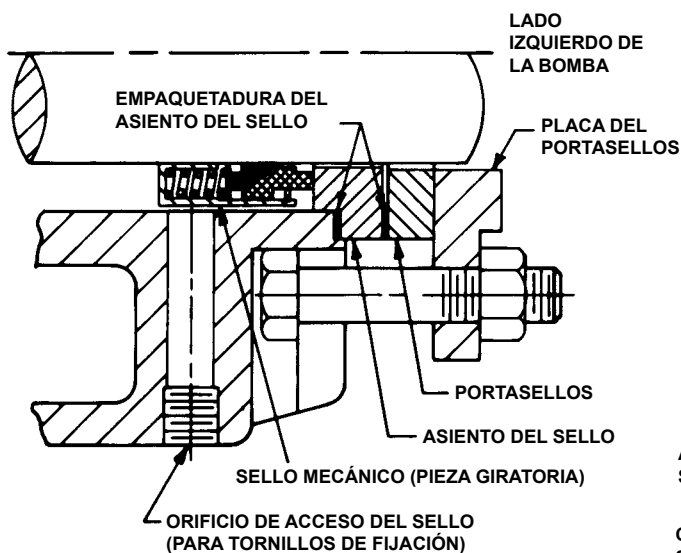

FIGURA 8 - SELLO MECÁNICO ESTÁNDAR
4. **SELLO MECÁNICO ESTÁNDAR** (Tipo 9, PTFE es estándar). Si el sello mecánico falla, puede reemplazarse por uno nuevo. Hay dos piezas básicas para el sello mecánico, la pieza giratoria y el asiento fijo. **Consulte la Figura 8.** Para retirar el sello mecánico, suelte los tornillos de fijación alrededor del sello mecánico que lo bloquea al eje. El acceso a los tornillos de fijación de sello se realiza a través del orificio de acceso de sello ubicado en el lado izquierdo del soporte de montaje de la bomba (visto desde el extremo del eje). **Consulte la Figura 8.** Gire el eje del rotor de modo que puedan verse todos los tornillos de fijación (tres en Q, QS & M, cuatro en LS). Retire las tuercas que sostienen la placa del portasellos. Retire el portasellos y la placa.
5. **SELLO MECÁNICO ESTÁNDAR** (PTFE - **consulte la Figura 8**.) La instalación del sello es sencilla y proporcionará un buen rendimiento si se tiene cuidado durante la instalación.
Mueva la pieza giratoria de modo que los tornillos de sujeción estén directamente abajo de los orificios de acceso del sello en el lado izquierdo del soporte (visto desde el extremo del eje) - **consulte la Figura 8**. Apriete firmemente todos los tornillos de fijación al eje. Purgue las superficies de sellado de la pieza giratoria y del asiento del sello con aceite e instale el asiento del sello y la empaquetadura de asiento en el extremo del eje contra la superficie maquinada del soporte. Monte la otra empaquetadura de asiento del sello, portasellos, placa del portasellos, tornillos prisioneros y tuercas y apriete firmemente. Retire el manguito de instalación ahusado.